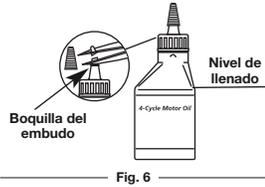

Fig. 6
Su unidad trae una botella de aceite SAE 30 SF, SG, SH de 60 ml (2,2 onzas fluidas) (Fig. 6).
- Desenrosque la tapa de la botella de aceite y retire el sello de papel que cubre la apertura. Vuelva a colocar la tapa. Corte la punta de la boquilla del embudo (Fig. 6).